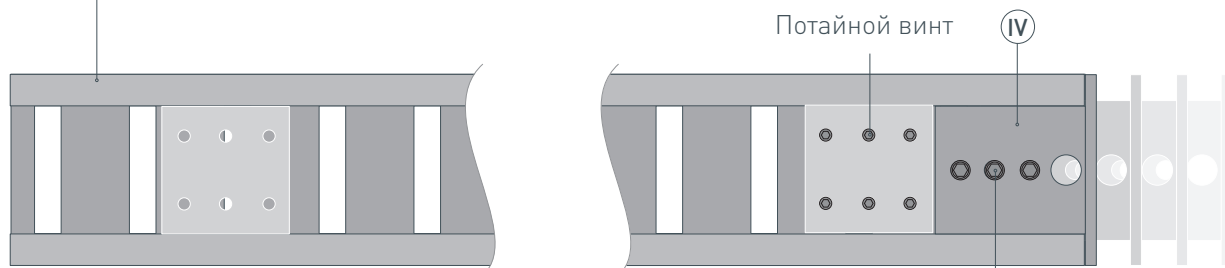

Рис. 2. Установка заглушки Ⓓ на профиль Ⓘ. Вид сверху
- 1** / Перед началом монтажа временно вытащите эластичную ленту-вставку Ⓥ из профиля Ⓘ. Установите на профиль Ⓘ фиксирующие крепления Ⓦ на одинаковом расстоянии друг от друга, как показано на рис. 1. Установите на один из концов профиля Ⓘ заглушку Ⓓ и при помощи шестигранного ключа зафиксируйте ее винтами из комплекта заглушек Ⓓ, как показано на рис. 2. Затяните потайными винтами фиксирующее крепление Ⓦ, расположенное на краю профиля Ⓘ с установленной заглушкой Ⓓ.